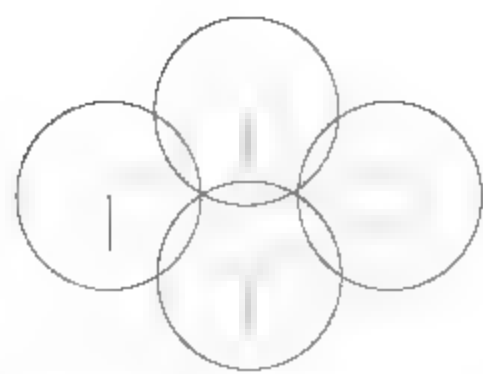

图9-9 旋转三角形
**10** 选择菜单【修改】|【旋转】命令,捕捉圆心为旋转中心,输入旋转角度为 $30^\circ$ ,如图9-9所示。